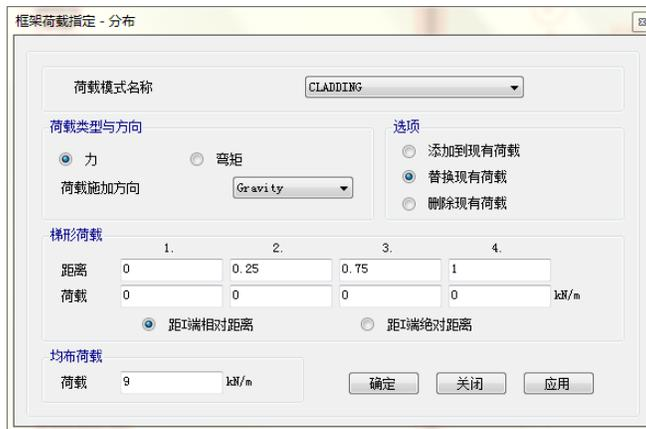

图 4-10 指定框架荷载-均布对话框
6. 点击菜单：**指定>框架荷载>分布** 命令，将弹出如图 4-10 所示的指定框架荷载-分布 对话框。